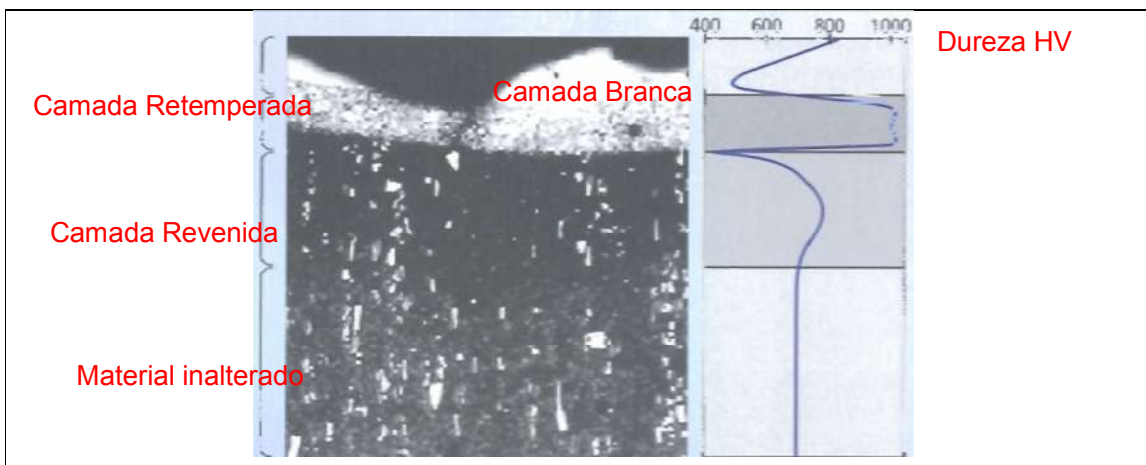

Figura 5 – Camada branca de eletroerosão e dureza. Fonte: Aços Uddeholm [3]
Eletroerosão, processo de remoção de material por aplicação de carga elétrica em um meio líquido dielétrico, porém enquanto uma parte do aço é removida da superfície uma camada deste é produzida como refundido, ou retemperado, formando o que se conhece como “Camada Branca”. Essa camada pode variar de 0,002 a 0,12 mm, extremamente dura, quebradiça que poderia inutilizar a ferramenta. Para reduzir a espessura da “camada branca” deve se respeitar os parâmetros do fabricante da máquina, além de se operar em etapas, ou seja: com uma determinada amperagem (A) para desbaste e outra (menor) para acabamento. A Figura 5 mostra a “camada branca” formada no processo de eletroerosão e a correspondente dureza